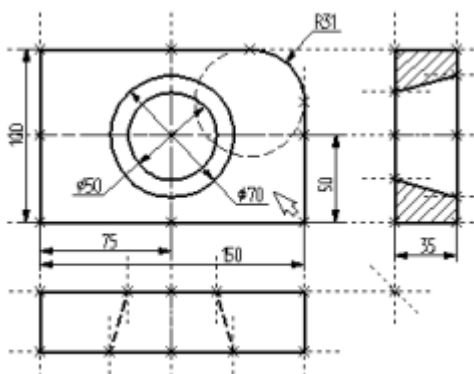

Рис.46 Простановка радиусов и диаметров
3. Диаметры и радиусы проставляются также просто. В команде «**D: Создать размер**» подведите курсор к нужной окружности и нажмите **<C>** или . Окружность выберется, и за курсором будет перемещаться изображение размера. Клавишами **<R>** и **<D>** или соответствующими пиктограммами  и  в автоменю можно переключаться из режима простановки радиуса в режим простановки диаметра и обратно (рис.46).